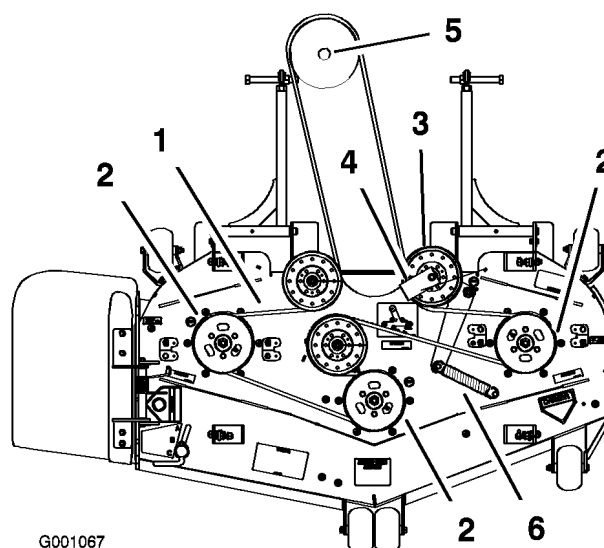

Figura 57
6. Montate la nuova cinghia attorno alle pulegge del tosaerba ed alla puleggia degli ingranaggi, sotto il motore (Figura 57).
7. Montate la molla sul braccio di rinvio (Figura 57).
8. Montate il guidacinghia sul tendicinghia a molla, ad un angolo di 45 gradi, come illustrato in Figura 57.